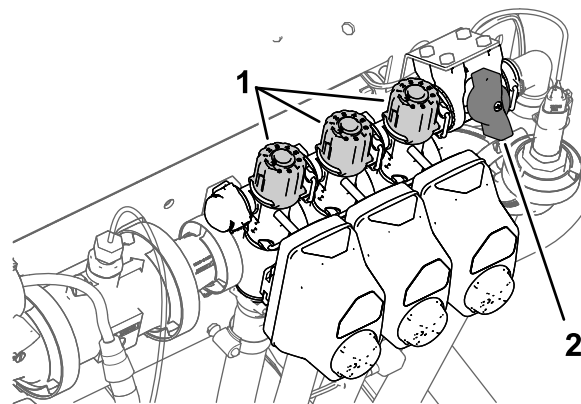

Figure 32
2. Désactivez la section gauche et réglez le bouton de dérivation de section (Figure 32) jusqu'à ce que le débit affiché corresponde au précédent selon le tableau.
4. Réglez le bouton de dérivation de la section droite (Figure 32) jusqu'à ce que le débit indiqué corresponde au précédent selon le tableau.
6. Réglez le bouton de dérivation de la section centrale (Figure 32) jusqu'à ce que le débit indiqué corresponde au précédent selon le tableau.